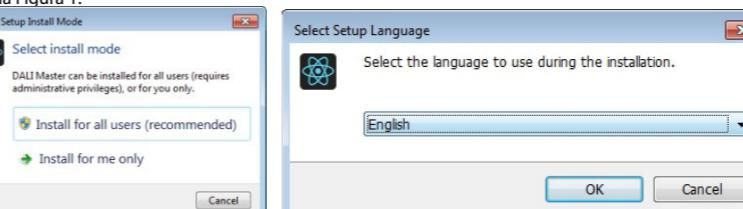

Figura 1 Seleccione o modo de instalação
Passo 1: Execute o ficheiro de instalação e selecione o modo de instalação, conforme indicado na Figura 1.
Pasul 1: Rulați fișierul de instalare și selectați modul de instalare așa cum se arată în Figura 1.